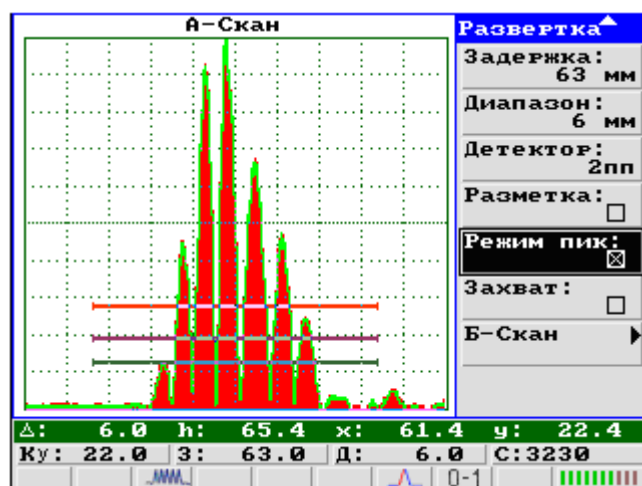

Рисунок 15– Режим «Пик»
6.3.1.3.5 Пункт «Режим пик» - включает/выключает режим работы дефектоскопа «Пик». При включенном режиме на экране дефектоскопа индицируется кривая максимальных значений сигнала за весь отрезок времени с момента последнего изменения настроек (см. рисунок 15).